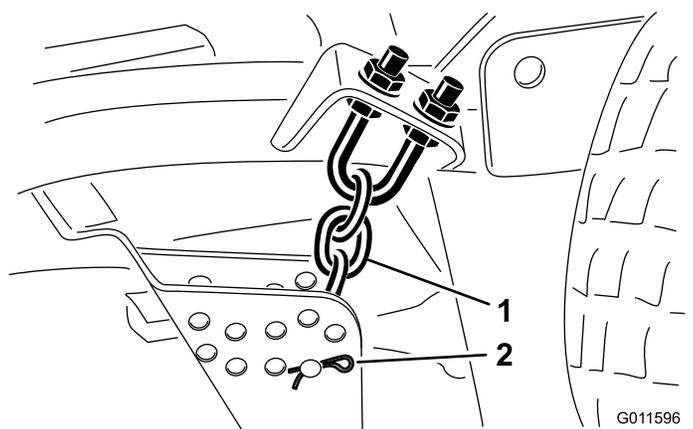

Рисунок 17
- Снимите игольчатый шплинт и шплинтуемый штифт, которые крепят цепи высоты скашивания к задней части режущего блока (Рисунок 17).